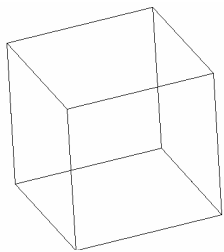

图 14-3 利用 BOX 命令绘制的正方体
1) **Cube** 生成正方体。该选项时, AutoCAD 将提示 Specify length:, 输入正方体的边长, 生成图 14-3 所示的正方体。